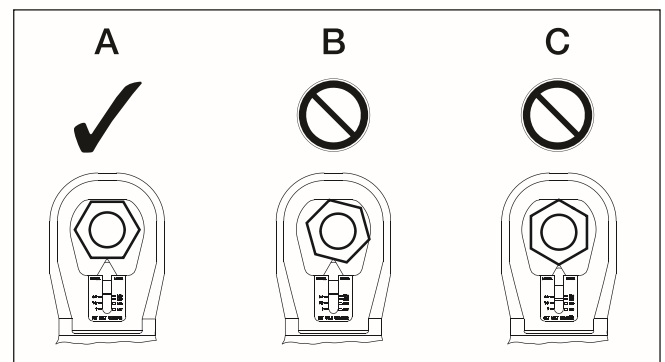

Abb. 8, Positionierung des Schneidkopfes
6. Positionieren Sie den Schneidkopf über der Mutter und achten Sie dabei darauf, dass die flache Fläche des Messers an einer der Abflachungen der Mutter anliegt. Positionieren Sie die Mutter in der Mitte des Kopfes, so dass das Messer in die Mitte der Abflachung der Mutter schneidet. Siehe Abb. 8, Ansicht "A".